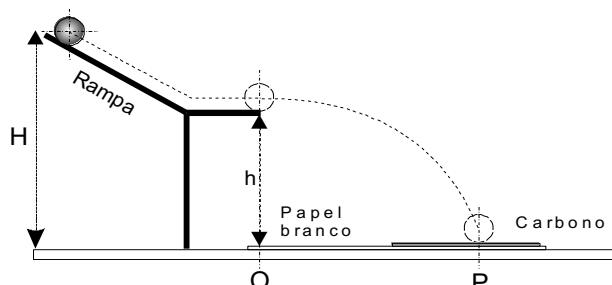

Figura 1 – Esquema da montagem experimental
- 4.2 Escolha uma nova origem em ponto diferente do considerado acima, por exemplo, no ponto O da Figura 1, escreva as equações e obtenha a equação que relaciona y e x .
- 4.4 Considere uma esfera em movimento (Figura 1). As medidas do deslocamento vertical do seu centro de massa são afetadas pelo seu tamanho? E as horizontais?
6.1.1 Monte a rampa de lançamento conforme a Figura 1.